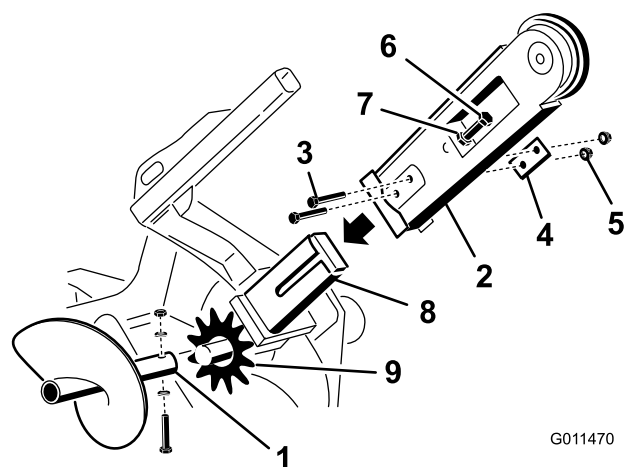

Figura 4
2. Rimuovete il bullone, le 2 rondelle curve e il dado che fissano la coclea, quindi rimuovete la coclea (Figura 4). Conservate gli elementi di fissaggio per il loro successivo riutilizzo.
3. Togliete i due bulloni, i dadi e le rondelle doppie montate sulla parte laterale della barra (Figura 4).
4. Allentate il dado di regolazione e il controdado (Figura 4).